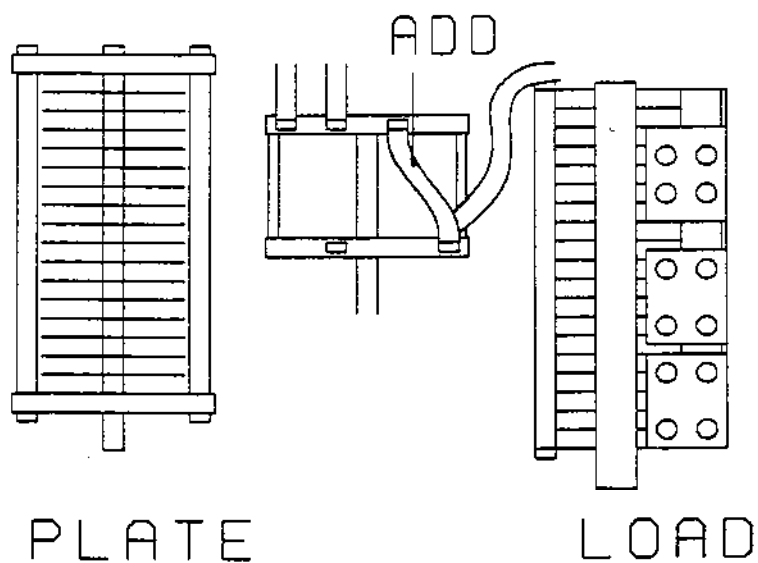

FIGURE 3
PODŁĄCZANIE PRZEŁĄCZNIKA ZAKRESÓW (FIG 3):
2. Zainstaluj zworkę z przedniej części przełącznika taśmowego do tylnej, jak pokazano na FIG 3. Zalecamy użycie przewodu AWG #10-14. **Nie należy ciągnąć ani zginać uchwytów płytek ceramicznych, gdyż może to spowodować pęknięcie płytek.**